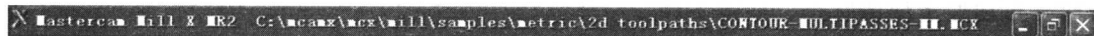

图 1-12 标题栏
(1) 标题栏 位于图形界面的最上部，用于显示软件名称、模块名称、软件版本号以及当前文件的保存路径和文件名，如图 1-12 所示。